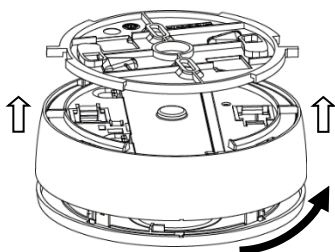

Figura 10
7. Conecte el detector al soporte de montaje y gírelo en el sentido horario para fijarlo. (*ver la Figura 10*).